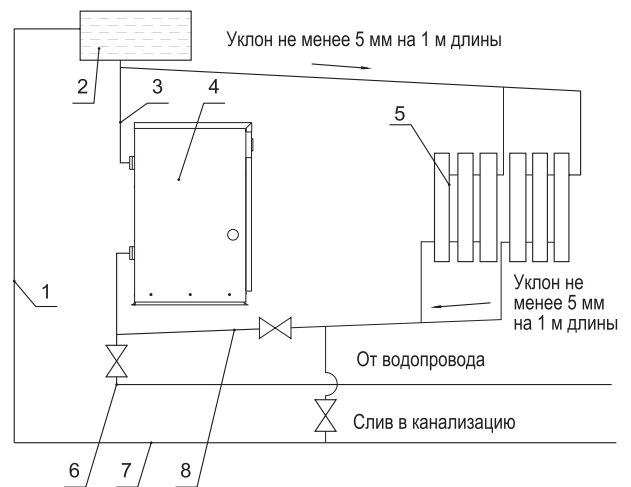

Рисунок 5
- высота трубы над крышей должна быть не менее размеров, указанных на рис.5. 6. Обратите внимание на положение оголовка трубы с несколькими каналами относительно конька крыши;